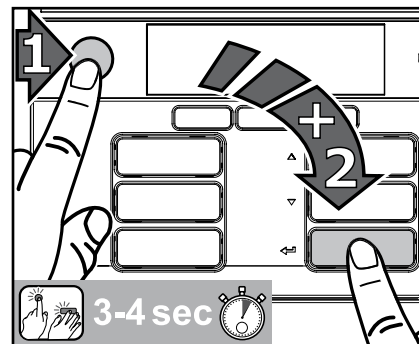

Fig. 24
1. Tryk først på STOP-knappen og så på enter-knappen og hold dem nede samtidig i 3-4 sekunder for at komme ind i rengøringsmodus (fig. 24).